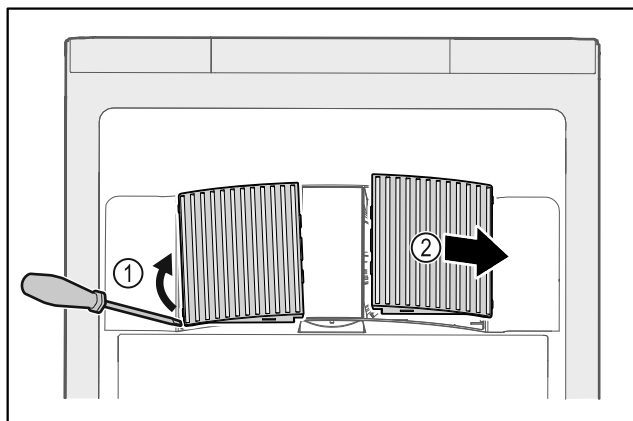

Fig. 59
- ▶ Ventilatorabdeckungen vorsichtig von der Seite heraushebeln Fig. 59 (1) und nach vorne abnehmen Fig. 59 (2).